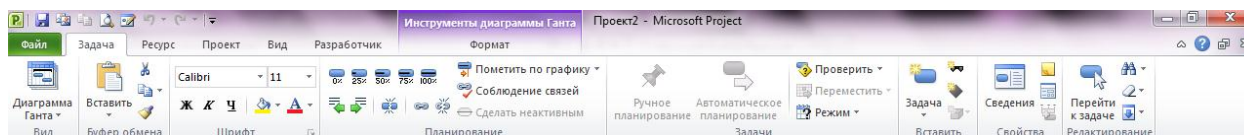

Рисунок 3.1 Ribbon-интерфейс
1. Ribbon-интерфейс, единый для всех продуктов Microsoft Office 2010, Рисунок 3.1.